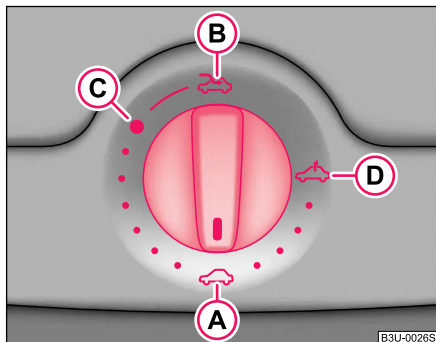

Fig. 28 Conmutador giratorio para el techo corredizo/elevable eléctrico
El techo corredizo/elevable se maneja con el conmutador giratorio ⇒ fig. 28 y funciona sólo con el encendido conectado. El conmutador giratorio tiene varias posiciones de enclavamiento.
- Girar el interruptor a la posición (C) ⇒ fig. 28.
- Girar el conmutador a la posición (A) ⇒ página 52, fig. 28.
El techo corredizo/elevable está equipado con una protección contra sobrecarga. El techo corredizo/elevable se para y vuelve a abrirse si no se puede cerrar a causa de un obstáculo (p. ej., hielo). El techo corredizo/elevable se podrá cerrar del todo sin protección contra sobrecarga si se pulsa delante el conmutador a la posición (A) ⇒ página 52, fig. 28 hasta que el techo corredizo/elevable esté completamente cerrado ⇒ ⚠.
Si se cerró el techo corredizo/elevable en caso de emergencia, presionar en la posición **A** ⇒ **página 52, fig. 28**, estando conectado el encendido, el conmutador giratorio delante en el borde de la maneta durante más de unos 3 segundos. El techo corredizo/elevable estará entonces correctamente cerrado. ■